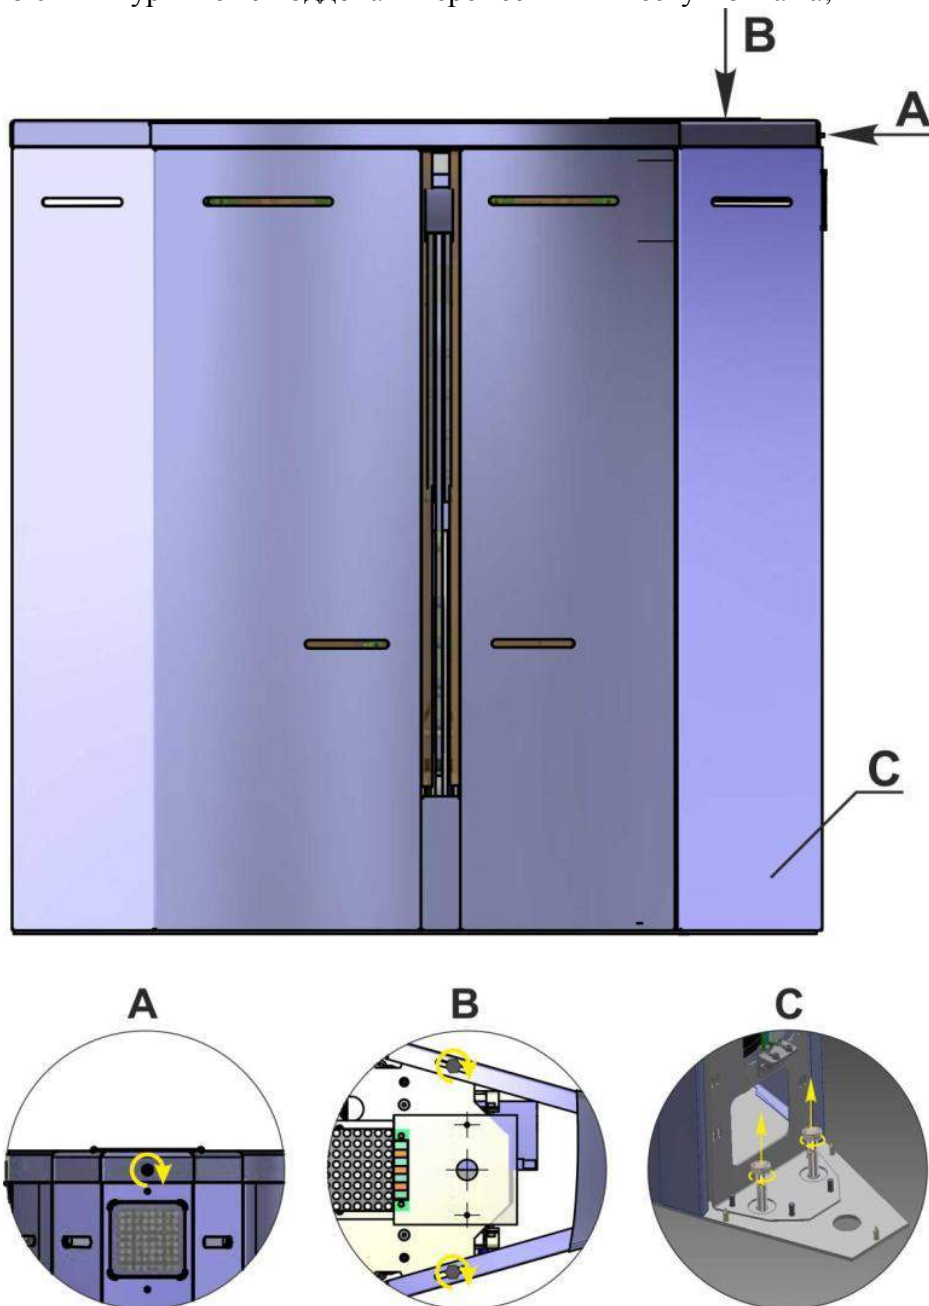

Рис. 10 – Схема демонтажа тумбы турникета с поддона транспортной тары
- 3) Порядок демонтажа турникета с поддона транспортной тары (см. рисунок 10).